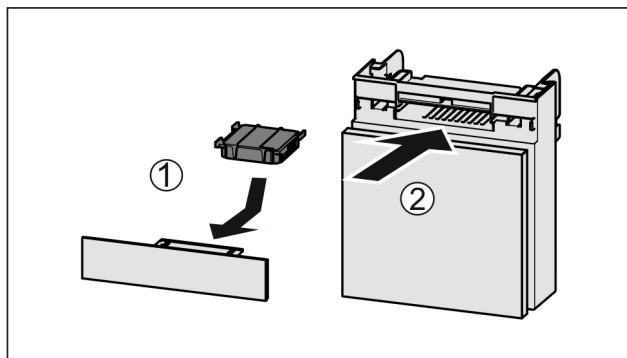

Fig. 181
- ▶ Установите фильтр с активированным углем, как показано на рисунке Fig. 181 (1).
- ▶ Вставьте отделение Fig. 181 (2).